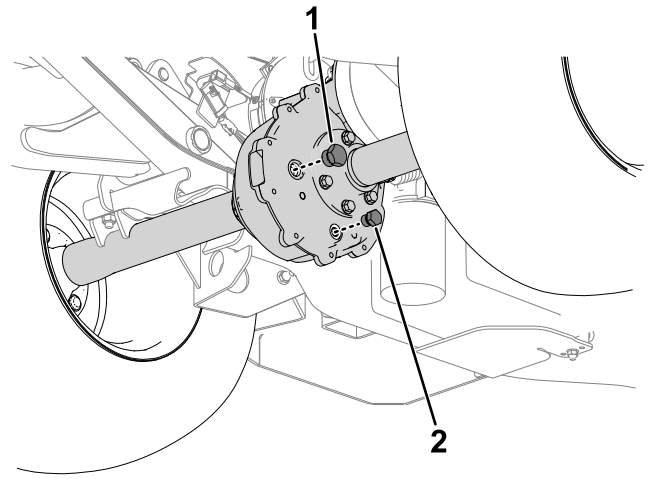

Figura 53
2. Retire el tapón de llenado (Figura 53).
3. Retire el tapón de vaciado (Figura 53) y deje que el fluido se drene completamente.